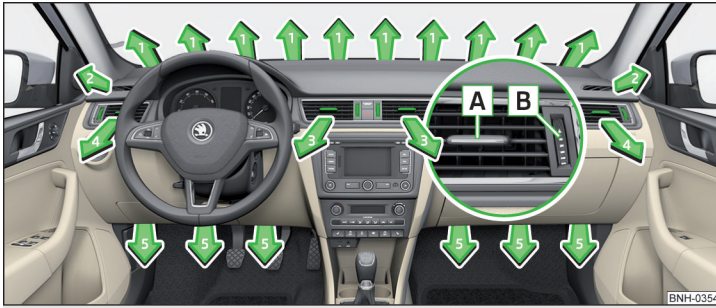

Fig. 101 Difusores de aire
En los difusores de aire **3** y **4** » fig. 101 se puede modificar el sentido de la corriente de aire, y los difusores se pueden también cerrar y abrir individualmente.
- Mover las láminas horizontales mediante el elemento de ajuste variable **A** » fig. 101 o bien hacia arriba o abajo para cambiar la altura de la corriente de aire.
- Gire el regulador **B** » fig. 101 hacia arriba.
- Gire el regulador **B** » fig. 101 hacia abajo.
Ajustar la dirección de salida de aire	Difusores de aire activos» fig. 101